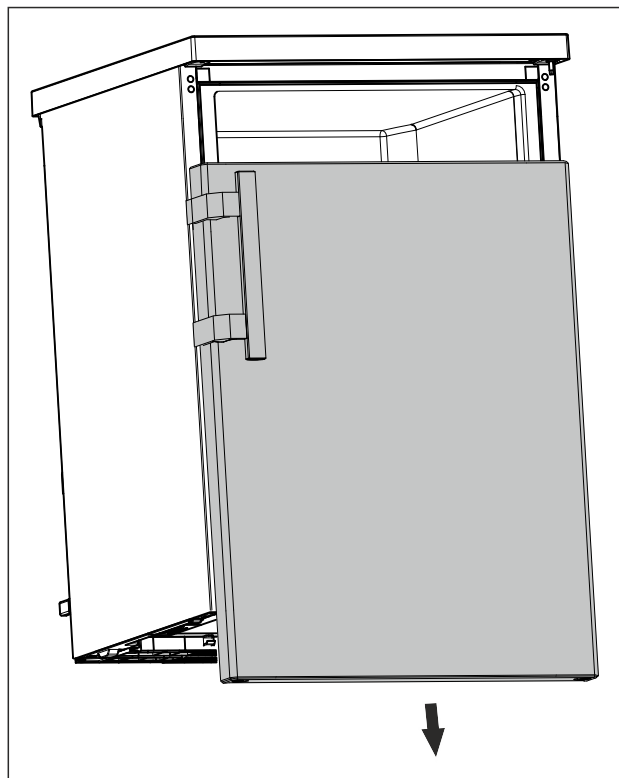

Fig. 14
- Verwijder de deur naar beneden. (zie Fig. 14)